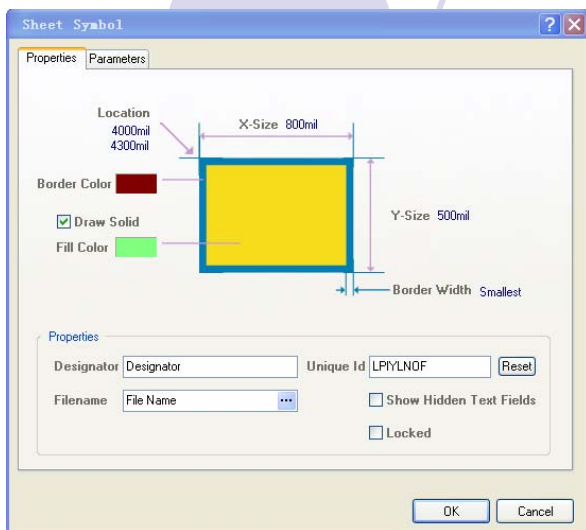

图11-3 “Sheet Symbol”对话框
- （4）单击键盘上的“Tab”键，打开如图11-3所示的“Sheet Symbol”对话框。